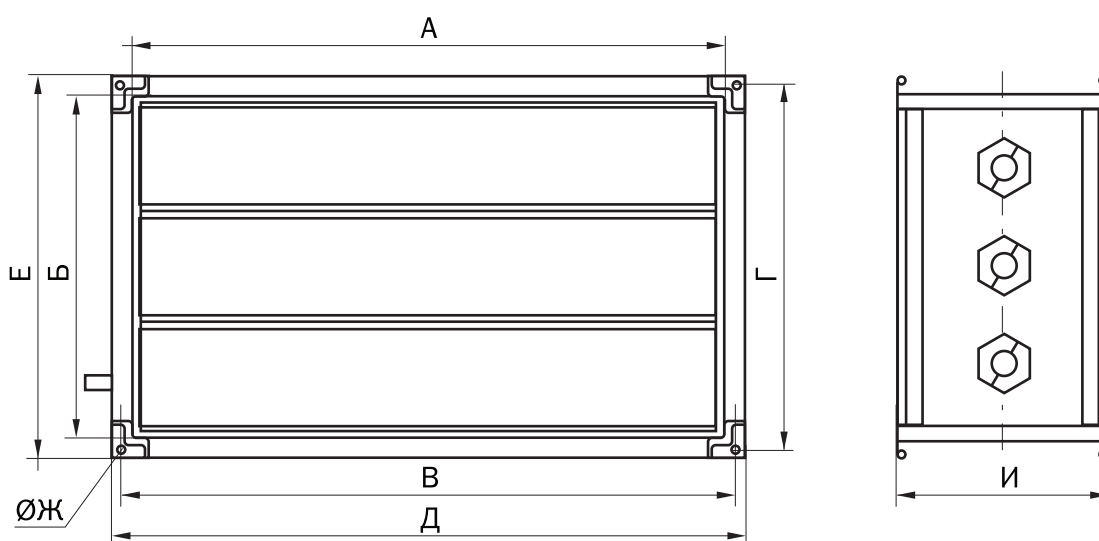

Рисунок 67. Внешний вид заслонок
■ Проходное сечение (см. рис. 67):